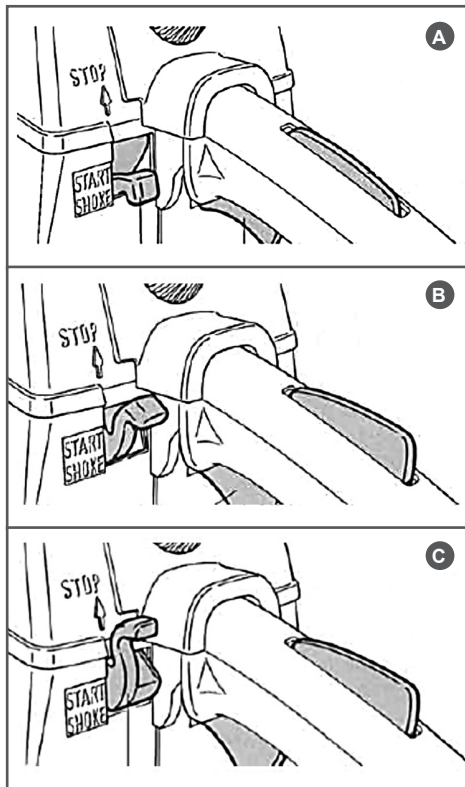

Рис. 10 Положение комбинированного рычага управления
5. Нажмите правой ладонью одновременно на рычаг газа и рычаг блокировки рычага газа, левой рукой установите комбинированный рычаг управления в положение «CHOKE» (Рис. 10А).